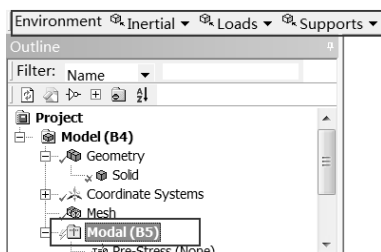

图 9-21 Environment 工具栏
Step1：选择 Mechanical 界面左侧 Outline（分析树）中的 Modal（B5）选项，此时会出现如图 9-21 所示的 Environment 工具栏。